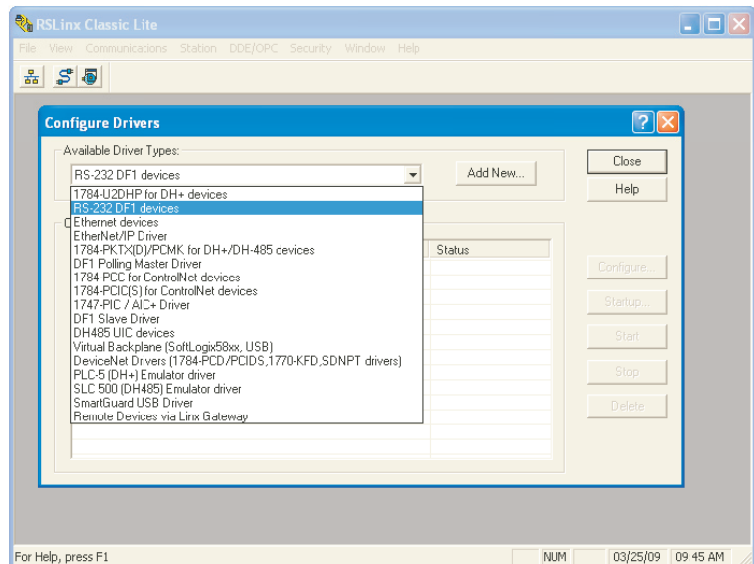

Abbildung 4.3.21d Treiber konfigurieren
2. Klicken Sie auf 'Communications' und wählen Sie 'Configure Drivers'. Sobald sich das 'Configure Drivers' Fenster öffnet, wählen Sie 'RS232 DF1 devices' im 'Available Drive Types' Pull-down Menü (Abbildung 4.3.21d).